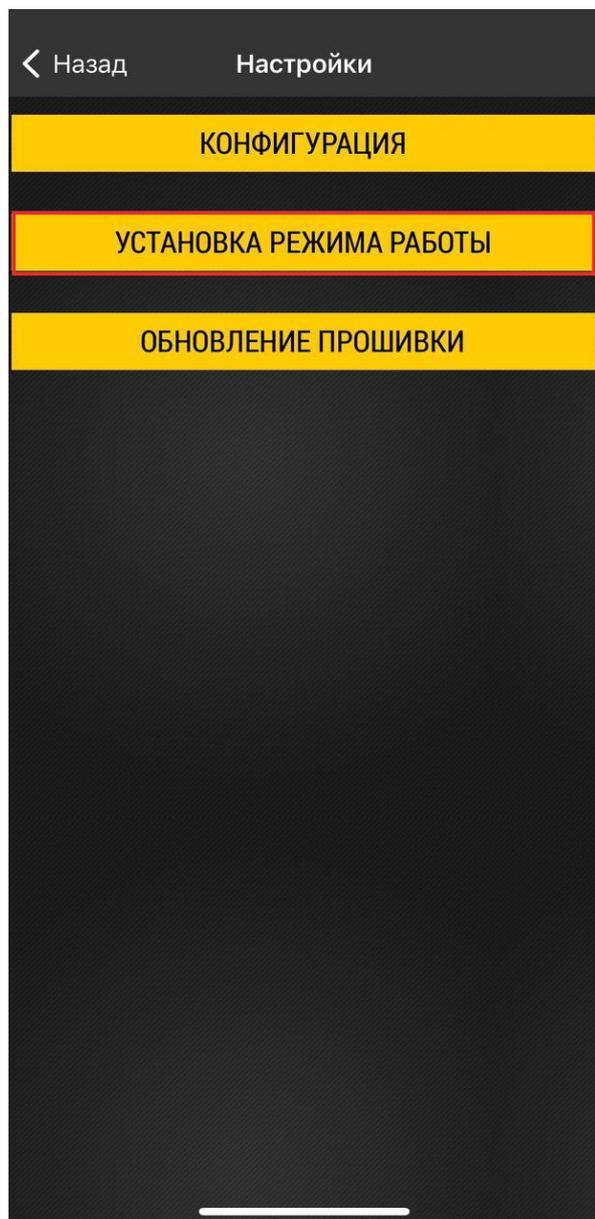
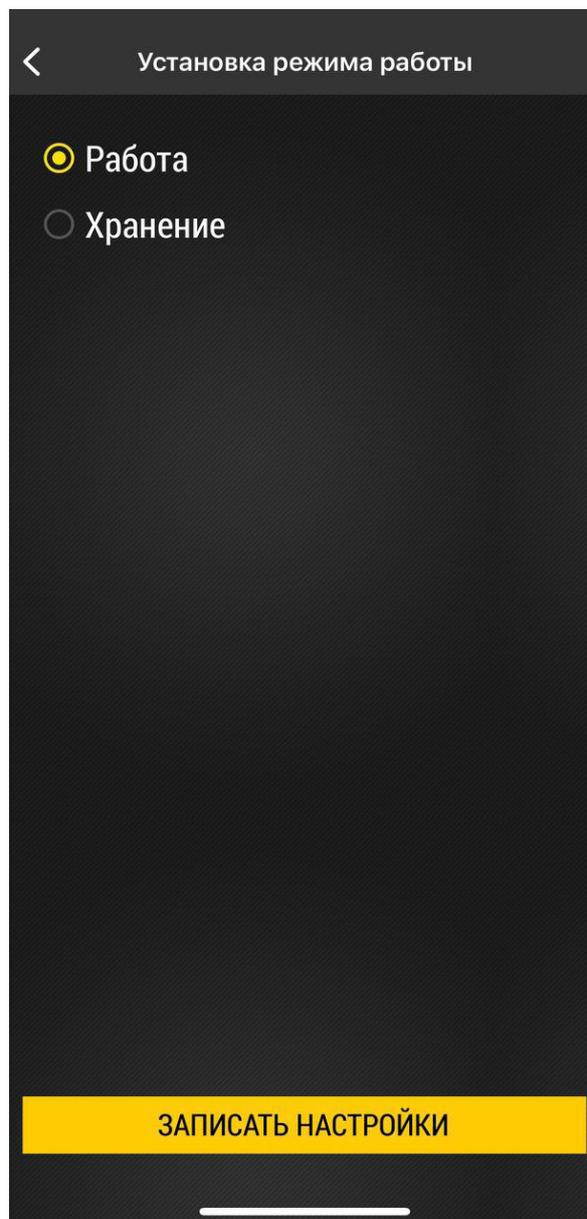

Рис.11. Установка режима работы.
Рис.12. Выбор режима «Работа».
- После завершения процедуры настройки нажмите «Установка режима работы» (**Рис.11**) в меню «Настройка». Затем выберите режим «Работа» и нажмите «Записать настройки» (**Рис.12**).